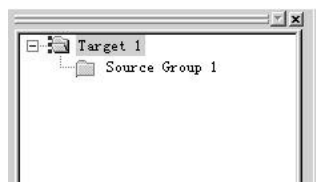
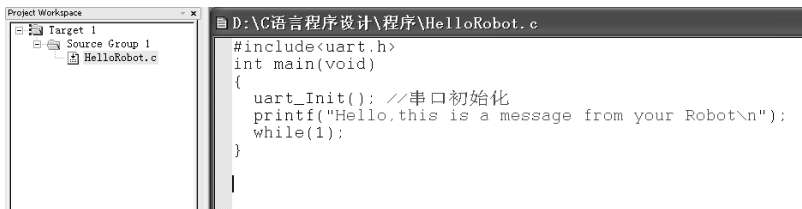

图 1-14 添加 C 语言文件到目标工程
图 1-15 添加了 C 语言文件的目标工程窗口和 C 程序源文件窗口
(1) 单击图 1-12 中的“+”,将出现如图 1-14 所示的列表。
(2) 右键单击“Source Group 1”,在出现的快捷菜单中选择“Add File To Group”→“Source Group 1”,出现 Add Files to Group Source “Group1”对话框。从中选择需要添加的程序文件,如刚才建立的 HelloRobot.c,单击“Add”按钮,把所选文件添加到项目文件中。
(3) 程序文件添加到项目文件后,这时图 1-14 中“Source Group 1”的前面将出现一个“+”号;单击它,将出现刚才添加的源文件名,如图 1-15 所示(注意,图中显示的文件名是刚才输入的文件名)。